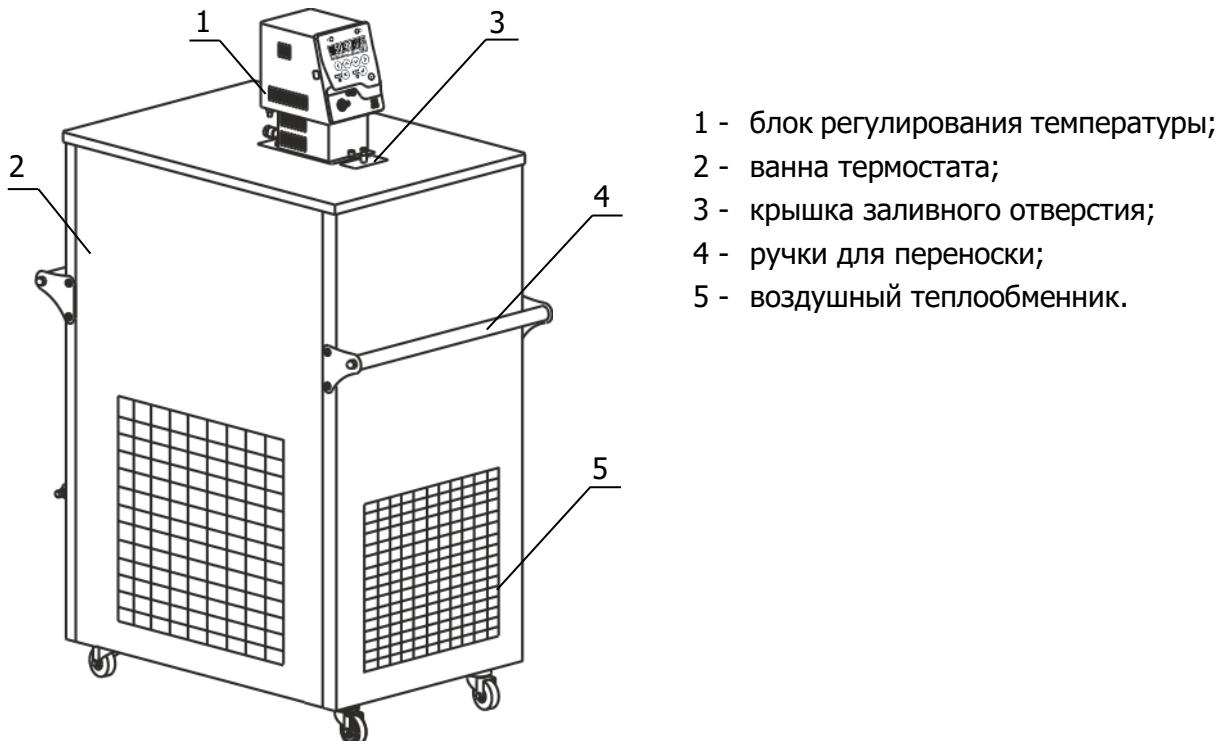

Рисунок 1 — Внешний вид термостата
- использовать крышку 3 (рисунок 1), ограничивающую доступ воздуха к поверхности теплоносителя;